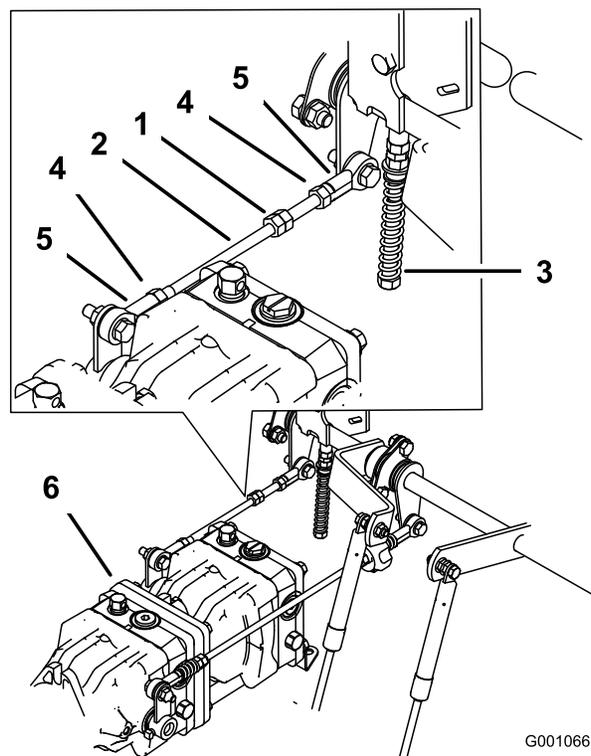

Figura 79
6. Serrate i dadi di bloccaggio dei giunti a sfera (Figura 79).
1. Allentate i dadi di bloccaggio ai giunti a sfera dell'asta di comando della pompa (Figura 79).
3. Regolate la lunghezza dell'asta della pompa facendo girare nella direzione opportuna i due dadi sull'asta, finché la ruota si ferma o si sposta leggermente indietro (Figura 79).